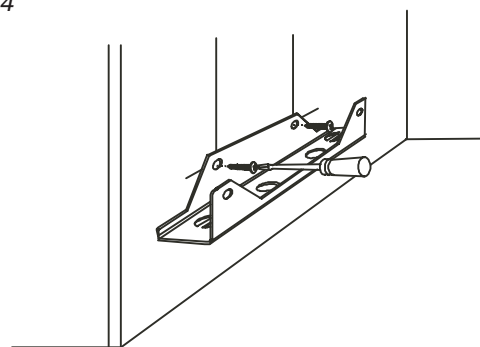

Рис. 15
- 3 Прикрепите подвесное устройство (рис. 15). На рисунке изображена левая стенка, правая стенка - в зеркальном исполнении.